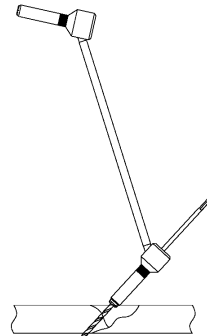

図 1
- 2.0/2.5 ドリルガイドの 2.0 側を用いて、2.0 ドリルでドリリングします。（図 1）